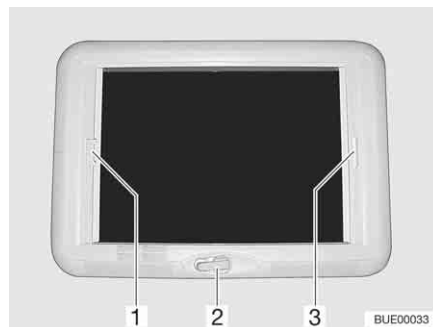

Fig. 90 Lanterneau à manivelle
*Ouvrir :* ■ Tourner la manivelle (Fig. 90,2) jusqu'à ressentir une résistance (angle d'ouverture max. 70°).
*Fermer :* ■ Tirer la poignée du dispositif occultant plissé (Fig. 90,3) et le relâcher lorsqu'il a atteint la position voulue. Le dispositif occultant plissé reste alors à cette position.
- Tirer sur la poignée (Fig. 90,1) de la moustiquaire jusqu'à toucher la poignée du dispositif occultant plissé (Fig. 90,3) située vis-à-vis et la faire s'enclencher.
- Appuyer sur la poignée de la moustiquaire (Fig. 90,1) vers l'arrière et le haut et décrocher la moustiquaire du dispositif occultant plissé (Fig. 90,3).